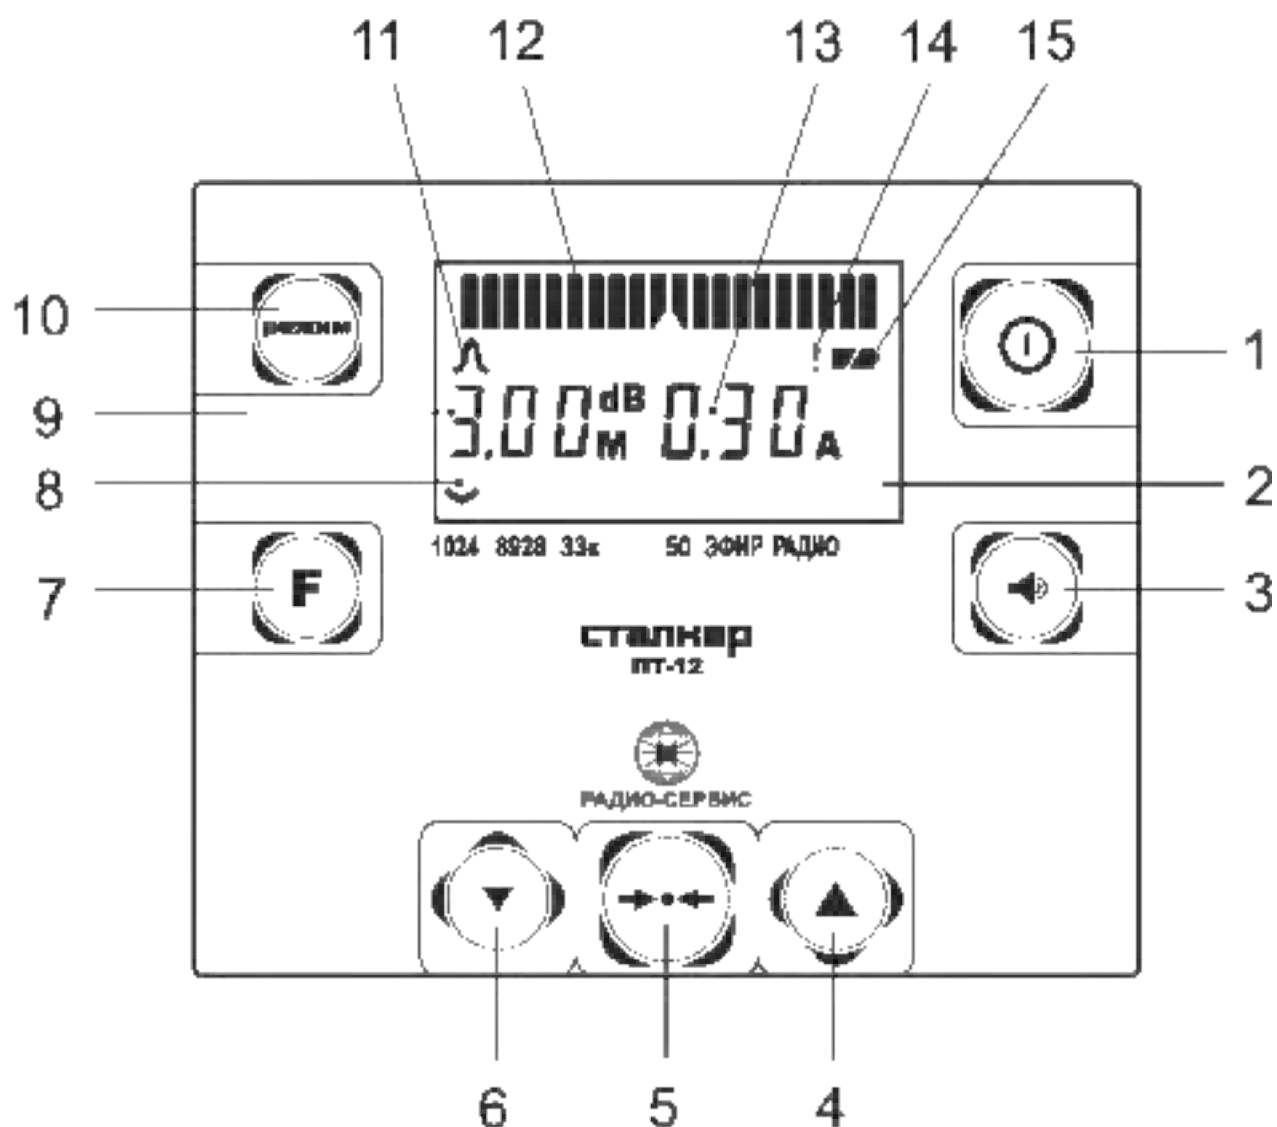

Рисунок 1.4.2 – Передняя панель приёмника
2.2.1 Включение и выключение приемника осуществляется нажатиями кнопки «**I**» (см. рисунок 1.4.2, поз. 1). После включения на индикаторе в течение 2 секунд отображается (слева направо) номер версии микропрограммы и уровень напряжения на источнике питания: при напряжении менее 5,8 В необходимо зарядить аккумулятор (см. п. 2.2.2) или заменить батареи в батарейном отсеке (см. п. 6.3).
Далее во время работы приемника уровень напряжения питания отображается в виде символа «Батарея» (см. рисунок 1.4.2, поз. 15): «полная батарея» – аккумулятор полностью заряжен, «половина батареи» – аккумулятор частично разряжен. При снижении напряжения питания ниже 5,8 В, символ батареи начинает мигать.
Процесс заряда аккумулятора отображается заполнением шкалы уровня сигнала (см. рисунок 1.4.2, поз. 12) на индикаторе. По завершению зарядки шкала горит постоянно.
Находясь над осью трассы следует нажать кнопку « $\rightarrow \bullet \bullet \leftarrow$ », при этом на линейной шкале отобразится 15 ± 1 деление. Затем однократно нажмите на кнопку увеличения усиления (поз. 4 рис.1.4.2), чем будет увеличено усиление приемника на 6 дБ (в 2 раза). Перемещаясь перпендикулярно оси трассы в одну и другую сторону найти такие положения, в которых уровень сигнала на линейной шкале будет таким же, каким над осью трассы до увеличения усиления, т. е. на линейной шкале будет отображаться так же 15 ± 1 деление. Расстояние между двумя этими положениями будет равно удвоенному расстоянию от приёмника до оси коммуникации.